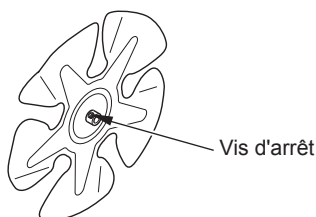

Figure 10 - Emplacement de la vis d'arrêt
3. Utilisez une clef hexagonale pour desserrer la vis d'arrêt qui retient le ventilateur à l'arbre moteur (voir figure 10, page 51). Retirez le ventilateur. Prenez garde de ne pas endommager le pas des pales du ventilateur.
3. Utilisez une clef hexagonale pour desserrer la vis d'arrêt qui retient le ventilateur à l'arbre moteur (voir figure 10).